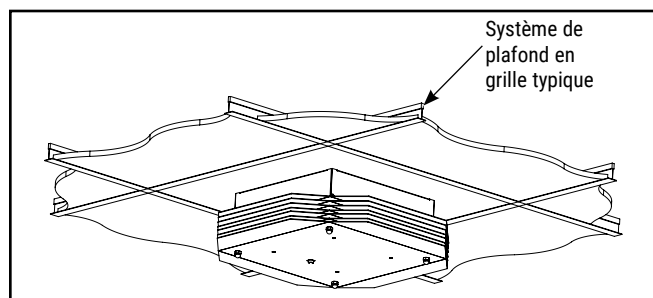

Figure 2.
2. Placez le luminaire avec plaque de plafond dans le système de plafond en treillis. (Voir la Figure 2)